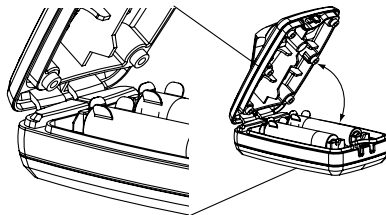

Abbildung 21. Rückseite der Abdeckung in Einbauposition.
2. Entfernen Sie vorsichtig die Abdeckung, indem Sie sie am vorderen Ende anheben (siehe Abb. 21).
4. Schließen Sie die Abdeckung, indem Sie sie mit der Rückseite in den Sender einsetzen und dann an der Vorderseite nach unten drücken (siehe Abb. 21).